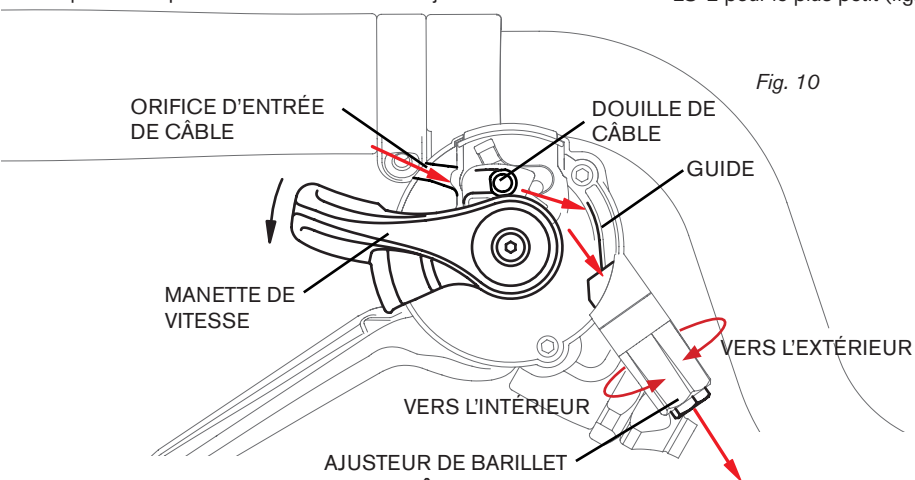

Fig. 10
Pour augmenter la tension perdue en raison d'un étirement du câble, placez le vélo sur un pied d'atelier. Dévissez l'ajusteur de barillet (fig. 10) vers l'extérieur d'un quart de tour à la fois, en pédalant à chaque quart tout en écoutant la réduction de bruit. Vous pouvez également effectuer une vérification visuelle pour vous assurer que le galet du dérailleur est bien aligné avec le pignon sélectionné sur la cassette. Si le vélo ne parvient pas à atteindre le plus grand pignon, cela signifie qu'une tension excessive a été ajoutée, donc vissez l'ajusteur de barillet vers l'intérieur pour y remédier (fig. 10). Si cela ne résout pas le problème d'origine, passez au plus petit pignon sur la cassette, puis desserrez le boulon maintenant le câble en place à l'intérieur du dérailleur (fig. 7, 8). Utilisez une petite pince pour tirer l'extrémité du câble interne IC afin d'augmenter la tension du câble, puis serrez le boulon RS (fig. 8).
- Utilisez l'ajusteur de barillet du sélecteur pour apporter les ajustements nécessaires à la tension du câble (fig. 10)
- Dévisser l'ajusteur augmente la tension du câble et facilite le passage au plus petit développement (fig. 10)
- Le galet du dérailleur doit être aligné avec le pignon sélectionné sur la cassette (fig. 10).